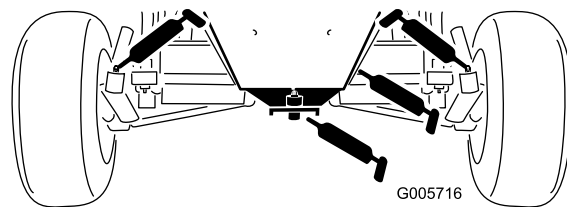

Figura 42
- Casquillos del eje de la rueda trasera (Figura 42)
- Casquillos de la placa de dirección (Figura 42)
- Casquillo del pasador del eje (Figura 42)